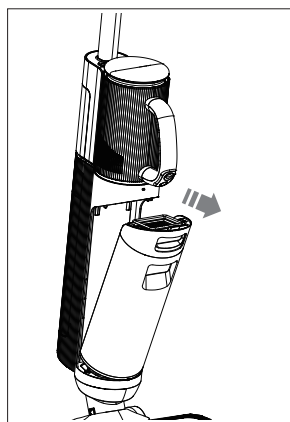

Fig. 9 – Extracción del depósito de agua
- ▶ Agarre el asidero del depósito de agua sucia (7) y presione hacia abajo el botón de desbloqueo del depósito de agua sucia (6).
- ▶ Extraiga el depósito de agua sucia del cuerpo del aparato (véase Fig. 9).